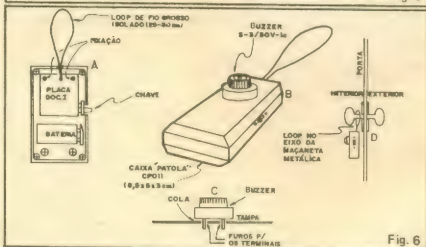

Fig. 6
A fig. 6 dá, nos itens (A), (B) e (C), detalhes práticos do "encaixamento" do circuito no container sugerido em "OPCIONAIS/DIVERSOS". Notar que os furos da placa de Circuito Impresso já estão dimensionados e espaçados de modo a "casar" com as torres de fixação existentes no interior da caixa. O arranjo é bastante prático,
Quanto à instalação, nada mais simples: a fig. 6-D mostra o "mapa da mina", com o loop do ALMA pendurado no eixo interno da maçaneta, ficando o conjunto auto-sustentado (eventualmente será necessário em novo e definitivo ajuste no trimpot, já com o ALMA posicionado no seu local de trabalho...).